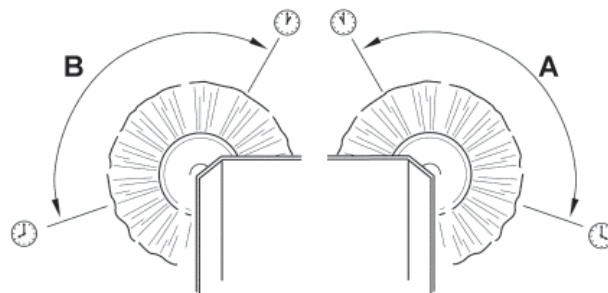
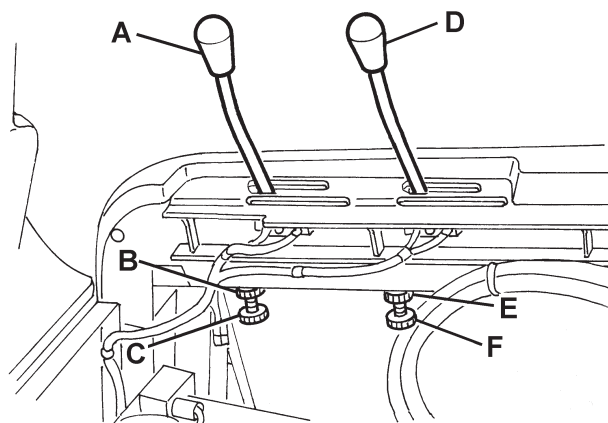

Figure 9
Figure 10
- Contrôler que les traces laissées par les balais latéraux sont, en extension et orientation, comme indiqué dans la figure (A et B, Fig. 9).
2. Activer le frein de stationnement au moyen de la pédale (82) et du levier (75).
3. Tourner la clé de contact (69) sur "0".
4. Ouvrir le coffre (23) et le bloquer au moyen de la tige de support (55).
5. **Pour le balai latéral droit**, agir sur le renvoi du levier (A, Fig. 10) en dévissant l'embout (B) et en réglant le dispositif de réglage (C) jusqu'à obtenir la trace correcte (A, Fig. 9). Enfin, bloquer le dispositif de réglage au moyen de l'embout (B, Fig. 10).
**Pour le balai latéral gauche**, agir sur le renvoi du levier (D, Fig. 10) en dévissant l'embout (E) et en réglant le dispositif de réglage (F) jusqu'à obtenir la trace (B, Fig. 9). Enfin, bloquer le dispositif de réglage au moyen de l'embout (E, Fig. 10).